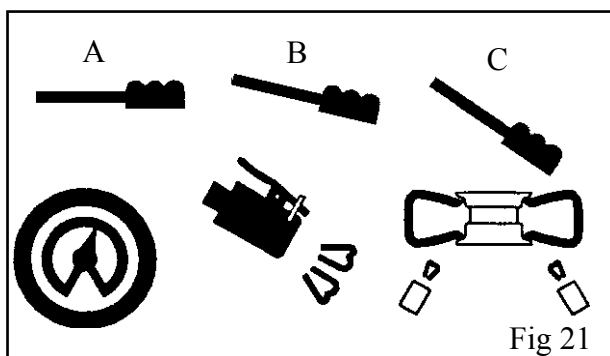

Fig 21
- Premere il pedale di gonfiaggio in posizione intermedia (B - Fig. 21).
- Se il pneumatico non si intallona sollevarlo manualmente in modo che il tallone superiore faccia tenuta contro il cerchio, quindi premere a fondo il pedale (C - Fig. 21). Un potente getto d'aria uscirà dagli ugelli posti sulle griffe consentendo l'intallonatura.
- Rilasciare il pneumatico e sollevare leggermente il piede in modo da riportare il pedale in pos. B (fig. 21). Continuare il gonfiaggio sempre a brevi getti d'aria leggendo negli intervalli la pressione indicata sul manometro.
- Press the pedal down to intermediate position (B - Fig. 21).
- If the bead of tyre is not well seated, due to a strong bead, lift tyre manually until the upper bead seals against the rim, then press pedal all the way down (C - Fig. 21). A strong jet of air will be released through the nozzles in the slides and this will help the bead seal.
- Release the tyre; set the pedal in the intermediate position (B - Fig. 21) and continue to inflate the tyre with short jets of air and constantly checking the pressure between air jets until the required pressure has been reached.
- Appuyer sur la pédale de gonflage dans la position intermédiaire (**B** - Fig. 21).
- Appuyer à fond la pédale (**C** - Fig. 21). Un jet d'air puissant sortira des buses qui se trouvent sur les support coulissants en permettant le tallonage.
- Relâcher le pneumatique et soulever doucement le pied pour remettre la pédale de gonflage dans la position intermédiaire (**B** - Fig. 21).
Das Reifenfüllpedal auf die Zwischenstellung bringen. (B - Abb.21).
Wenn der Reifenwulst nicht in die Felge rutscht, ist der Reifen von Hand abzuheben, bis sein oberer Wulst gegen die Felge stößt, um dann das Pedal durchzutreten (C - Abb.21). Dabei tritt ein heftiger Luftstrahl aus den Öffnungen in den gleitfähigen Spannklaue aus und hilft beim Aufziehen des Reifens.
Den Reifen loslassen und den Fuß auf dem Pedal leicht anheben, damit dieses in die Zwischenstellung bringen. (B - Abb.21).